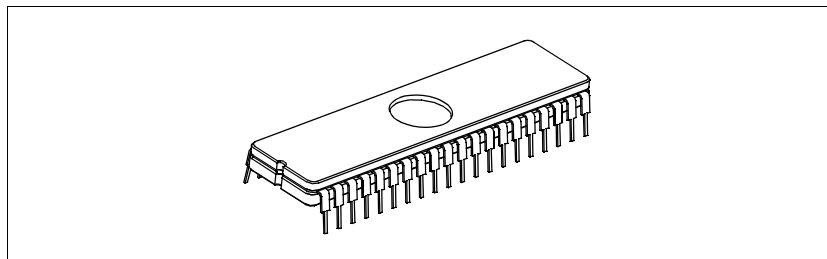

Figure 5.5: 窓付きデバイス
1. デバイスの窓に付いているラベルなどをすべて取り除きます。窓付きデバイス (図 5.5) をお持ちでない場合は再プログラムはできません。窓付きバージョンの EPROM デバイスはすべて JW パッケージを御請求下さい。